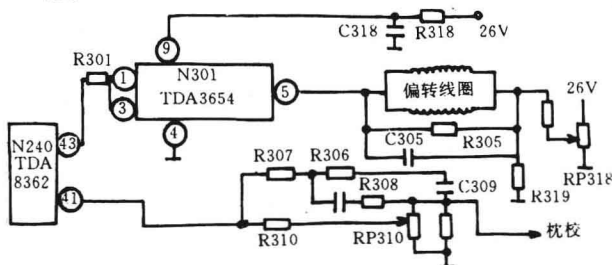

图 5 长虹 IC2591 型彩电场输出电路
场输出电路由 N 301 (TDA3654) 组成 (如图 5)。小信号处理电路 N 240 ④脚输出的场频锯齿波信号经 R 301 送到 N 301 ①、③脚进行放大,然后分别将